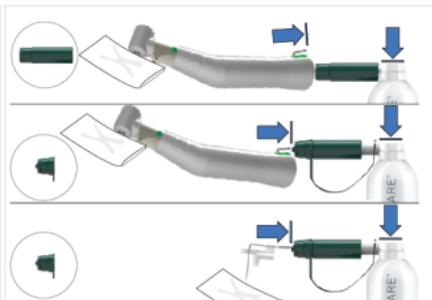

図.5
2. 適切なノズルを選択したら、Aquacare 製品を使用して機器の予備洗浄を実施します。機器の内側と外側、および注水チューブの内側にスプレーします(図.5)。